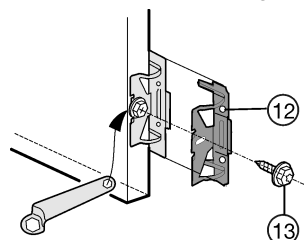

Fig. 10
- ▶ Alle bevestigingshoeken Fig. 10 (12) met zeskantbout Fig. 10 (13) in de voorgeboorde gaten van de deur aan het apparaat draaien.